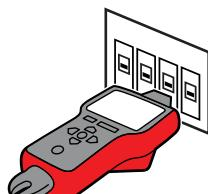

Figura 3.5b
3. Paso 1 - ① LECTURA
- a) La unidad se iniciará automáticamente en modo 1 <logo> SCAN (LECTURA) como se muestra en la Figura 3.5b.